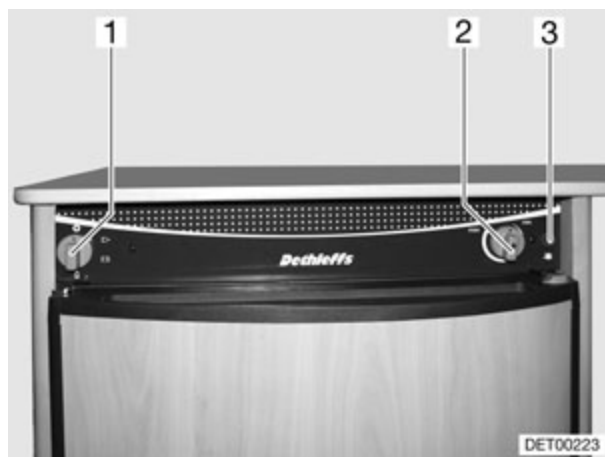

Fig. 151 Elementos de mando para el frigorífico (variante 3)
- Situar el selector de energía (Fig. 151,1) en la posición gas "🔥".
- Presionar el regulador giratorio (Fig. 151,2) y mantener pulsado. El suministro de gas está abierto. El encendido se realiza automáticamente. La luz de control (Fig. 151,3) parpadea y se oye un sonido de tic-tac hasta que el proceso de encendido se haya llevado a cabo con éxito.
- Mantener aún presionado el regulador giratorio (Fig. 151,2) de 10 a 15 segundos y después soltarlo. Al apagarse la llama, el aparato de encendido repite automáticamente el proceso de encendido.
- Situar el selector de energía (Fig. 151,1) en "⊙". El aparato está desconectado.
- Girar el selector de energía (Fig. 151,1) a funcionamiento con 230 V "⚡".
- Ajustar la temperatura de refrigeración con el regulador giratorio (Fig. 151,2).
- Girar el selector de energía (Fig. 151,1) a funcionamiento con 12 V "🔋".